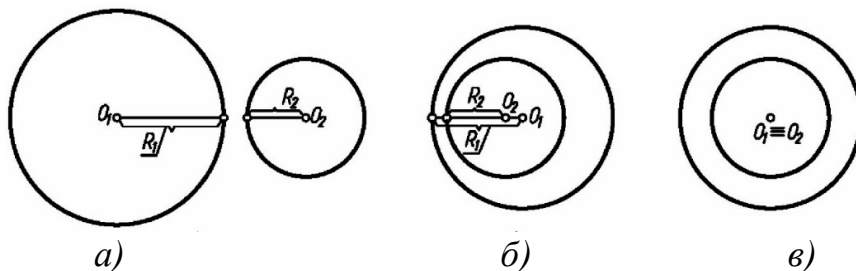

Рис. 102. Взаимное положение окружностей
- а) Окружности лежат одна вне другой (рис. 102, а)). Тогда $R_1 + R_2 < O_1O_2$
- б) Одна окружность лежит внутри другой. Если при этом их центры не совпадают, то $0 < O_1O_2 < R_1 - R_2$ (рис. 102, б)). Если же их центры совпадают, то $O_1O_2 = 0$. Окружности, имеющие общий центр, называются концентрическими (рис. 102, в)).